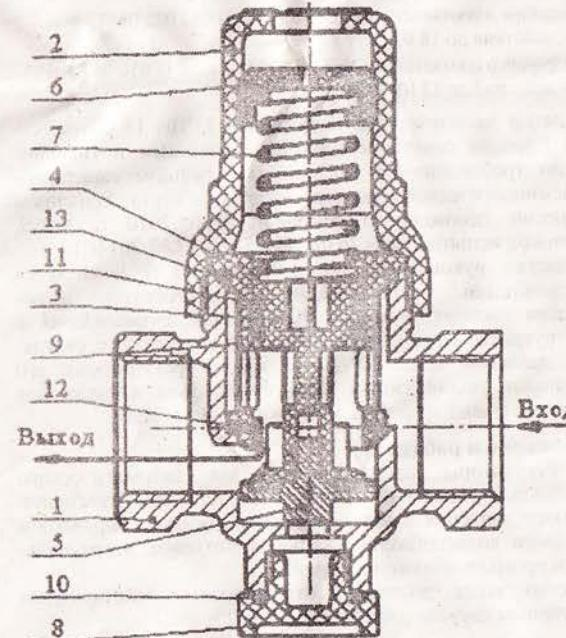

Рис.1 Регулятор давления воды квартирный КРДВ 15
- снять сетку-фильтр (9) и промыть ее до полного удаления осадка, при необходимости использовать кисть;
- установить сетку-фильтр на место, вставить блок регулировки в корпус регулятора (1), при этом уплотнительные кольца должны быть установлены согласно рис. 1;
- установить пружину и завернуть крышку на корпус так, чтобы стакан (4) был поджат и с помощью резинового кольца (13) обеспечивал герметичность регулятора относительно внешней среды.